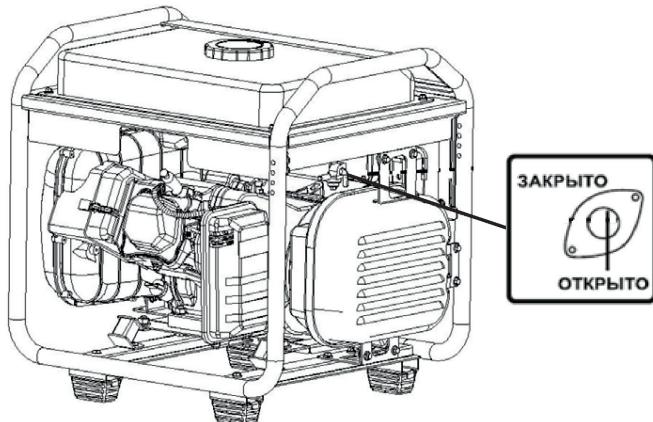

Рис. 12
1. Откройте топливный кран (положение «Открыто») (Рис. 12)
2. Закройте топливный кран (положение ЗАКРЫТО) (Рис. 12)